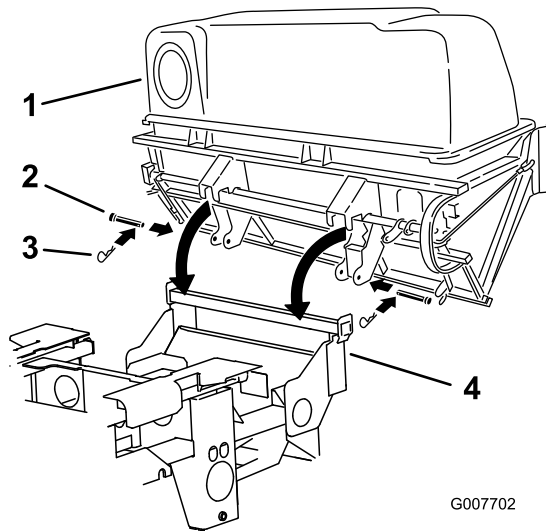

Figura 10
1. Instale el conjunto del ensacador sobre el soporte de montaje del ensacador (Figura 10).
2. Instale los 2 pasadores en el conjunto del ensacador y el soporte de montaje del ensacador. Sujételo con 2 chavetas (Figura 10).